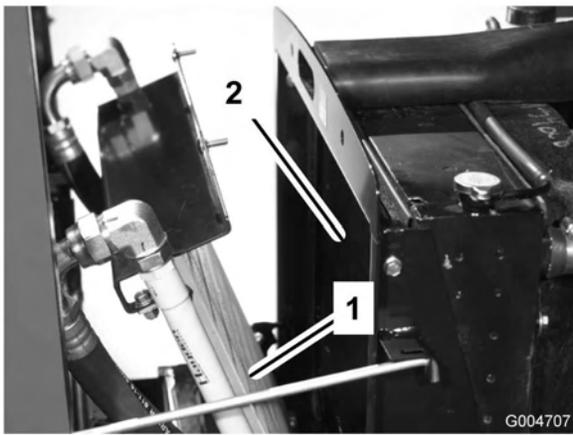

Figura 61
3. Gire el enfriador hacia atrás. Limpie a fondo ambos lados del enfriador de aceite y la zona del radiador (Figura 61) con aire comprimido. Empezando en la parte delantera, sople los residuos hacia la parte trasera. Luego, limpie desde atrás, soplando los residuos hacia adelante. Repita este procedimiento varias veces hasta eliminar todos los residuos